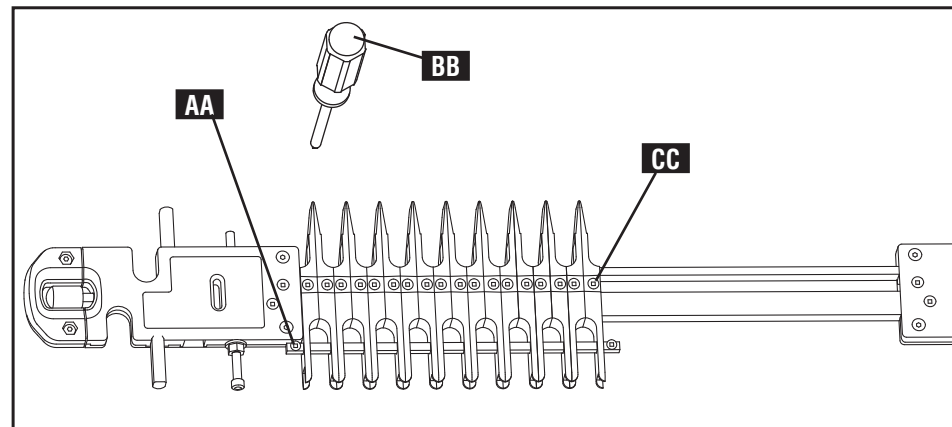

Fig. C14
Le gabarit à espacement variable est expédié avec les doigts dans une position de coupe pour queues d'aronde demi-cachées à passage unique (tel qu'indiqué à l'fig. C14.) Pour profiter de la fonction d'espacement variable, dévissez en premier lieu, l'ensemble des vis situées en (AA), Fig. C14, à l'aide du tournevis à tête carrée (BB) fourni et retirez la barre en la glissant. (Assurez-vous de rattacher les vis pour usage ultérieur).